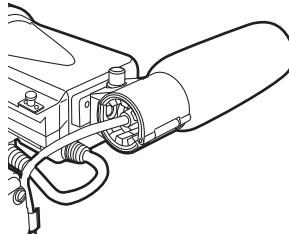

Abb. 2
- 2 Bringen Sie das Mikrofon an und ziehen Sie die Klemmschraube fest. (Abb. 2)**